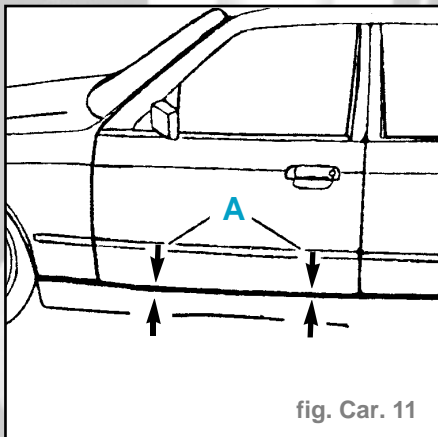

fig. Car. 11
- Le jeu d'ouverture (A) doit être d'env. **5 mm** sur toute la longueur (fig. Car. 11).